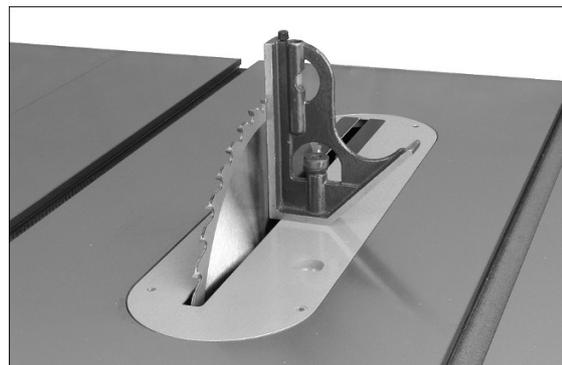

Рис. 8-4
3. Установите пильный диск в самое верхнее положение и положите на стол угольник, уперев его в пильный диск (Рис. 8-4). Убедитесь, что зубья пильного диска не препятствуют правильной установке угольника.